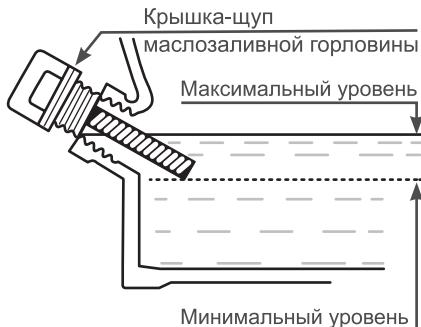

Рис. 9 Проверка уровня масла в картере
что соответствует нижней кромке заливного отверстия (Рис. 9). После окончательной проверки, плотно закрутите крышку-щуп.
**Максимальный уровень масла в картере соответствует нижней кромке маслозаливной горловины (Рис. 9).**